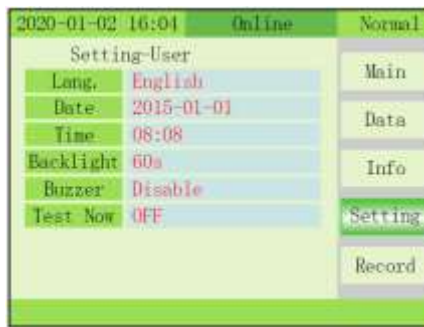

Fig. 4-9 Menú Setting
- 9) SETTING-User: Pulse  para visualizar los datos de Ajustes especiales (Fig. 4-9). Pulse  brevemente para pasar a la página de configuración, luego pulse la tecla OFF para entrar en la página de configuración del usuario. Pulse  la tecla para cambiar el elemento, pulse la tecla OFF para entrar en el elemento y pulse  para cambiar el valor, pulse la tecla OFF para confirmar el ajuste.